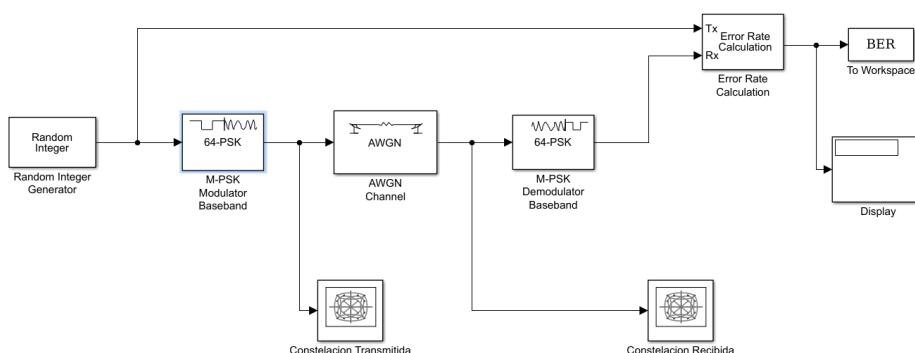

Figura 1: Sistema digital M-PSK.
1. Abra el archivo el archivo **BER_Simulation.slx** inspeccione todos los módulos en términos de configuración e interconexión. En la figura 1 se muestra el diagrama de bloques general.